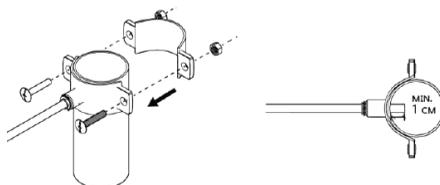

Рисунок 5
7.3.3. Распакуйте мембранный элемент и установите его в корпус мембранного модуля (см. рисунок 5): вставьте до упора мембранный элемент, ориентируя его центральной трубкой с двумя уплотнительными кольцами внутрь мембранного модуля; при необходимости смажьте уплотнительные кольца силиконовой смазкой.